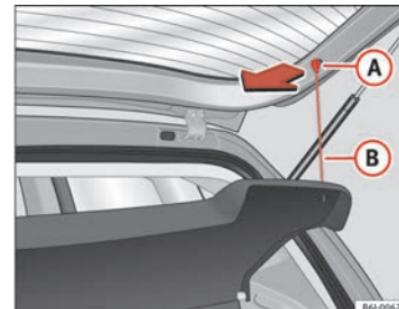

Fig. 87 Bandeja portaobjetos
- Desenganche los tirantes ⇒ fig. 87 B de los alojamientos A.